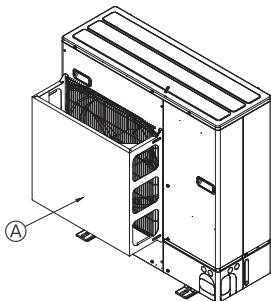

Fig. 2-5
- ② Installieren Sie eine als Sonderzubehör erhältliche Lufтаusschaffung, wenn die Anlage an einem Aufstellungsort installiert ist, an dem die Gefahr besteht, dass starker Wind direkt in die Lufтаustrittsöffnung bläst. (Fig. 2-5)